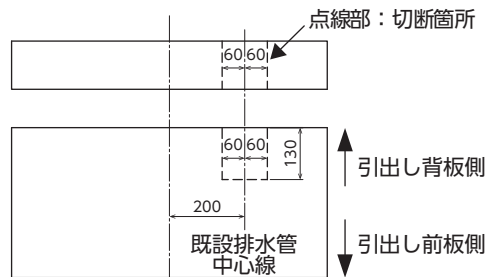

図2 引出し底板、背板の切り欠き
- 引出しから「引出し底板」と「引出し背板」を取り外して、図2の通り、電動丸ノコやジグソーなどで切り欠きます。外したネジは再利用しますので、保管しておいてください。